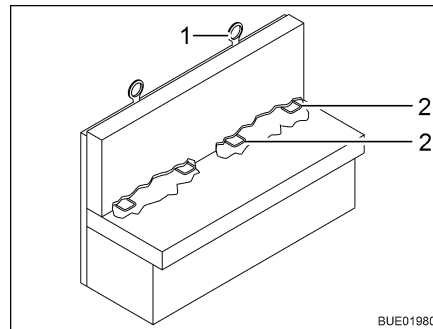

Fig. 21 Blocco di sicurezza per bambini Isofix
Se il veicolo è dotato del blocco di sicurezza per bambini Isofix, i sedili del veicolo idonei per il suo montaggio sono identificati con un simbolo Isofix. Questi sedili del veicolo dispongono di staffe di supporto (Fig. 21,2) e di un punto di ancoraggio in alto sullo schienale del sedile (Top Tether) (Fig. 21,1). Utilizzare seggiolini per bambini idonei per Isofix. I seggiolini per bambini sono provvisti di braccetti di ritenuta da far scattare nelle staffe di supporto del sedile del veicolo.
- Se possibile, fissare il seggiolino per bambini anche al Top Tether (Fig. 21,1).